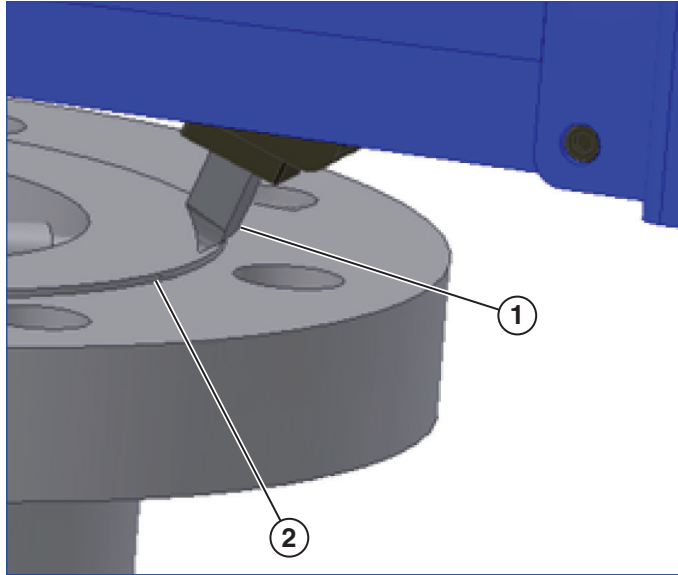

Abb. 13
1. Verwenden Sie den Knarrenschlüssel, um den Werkzeugeinsatz etwas über dem Außendurchmesser der zu bearbeitenden Fläche zu positionieren (siehe Abb. 13).